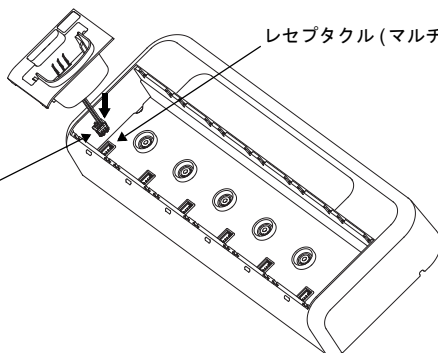

図 4
3. コネクタをまっすぐ上に引っ張ってポケットハーネスを外します (図 4 を参照してください)。
1. コネクタをマルチユニット充電器側のレセプタクルに差し込み、ポケットハーネスを接続します (図 4 を参照してください)。